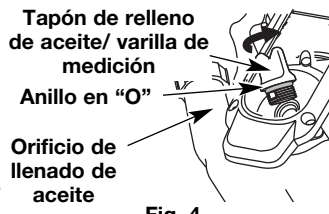

Fig. 4
3. Saque el tapón de aceite/ varilla de medición del cigüeñal (Fig. 4).